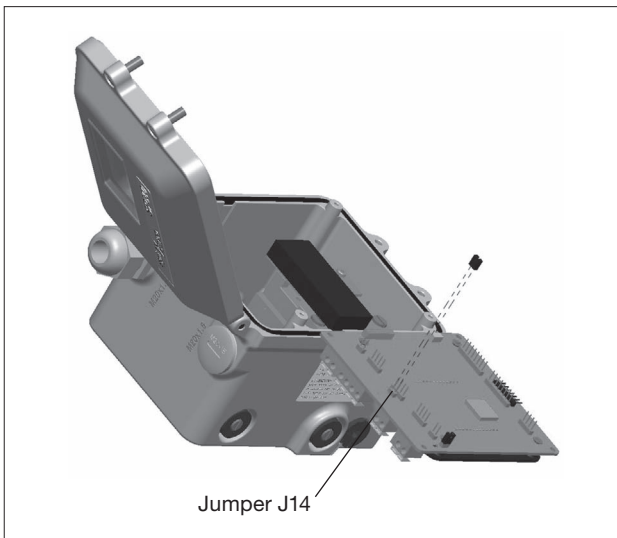

Bild 21
6. Jumper J14 abziehen, siehe Bild 21